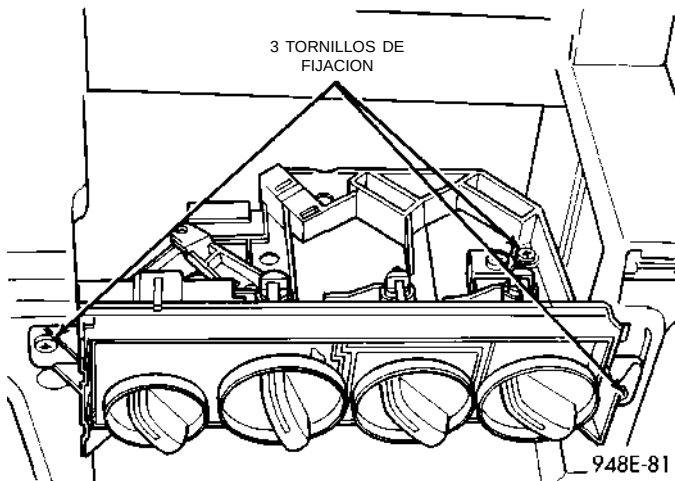

Fig. 22 CONTROL DEL CALEFACTOR Y A/A
- (4) Tire el panel hacia atrás hasta que se desenganchen los collarines de la parte inferior.
- (5) Abra el cenicero.
- (6) Retire el marco central.
- (7) Retire los tres tornillos de fijación de los ángulos del control (Fig. 22).
- (8) Tire el control hacia atrás y desconecte el conector del cableado.
- (9) Con un destornillador, desenganche los collarines de fijación del cable.